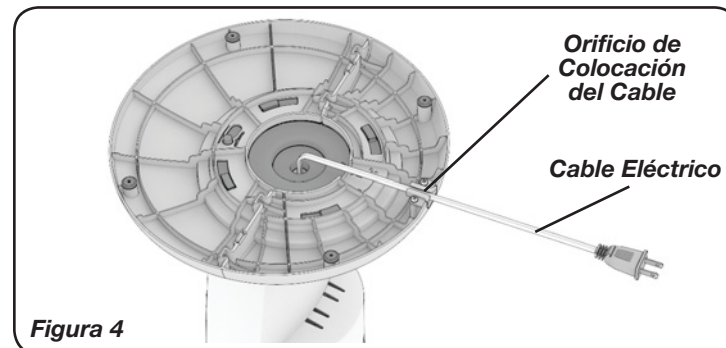

Figura 4
5. Suavemente elimine cualquier sobrante del *Cable Eléctrico* y colóquelo en el *Orificio de Colocación del Cable*. (Figura 4)